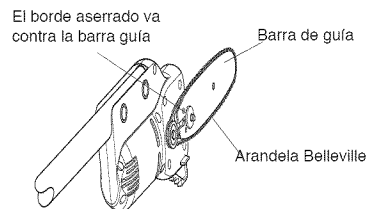

Figura 3 - Ensamblaje de la arandela Belleville
5. Coloque en la Sierra de Pértiga la arandela Belleville, la tapa de la rueda dentada y la tuerca de la barra guía. **IMPORTANTE:** Asegúrese que el borde aserrado de la arandela Belleville esté colocado como se muestra en la Figura 3. En borde aserrado debe hacer contacto con la barra guía.